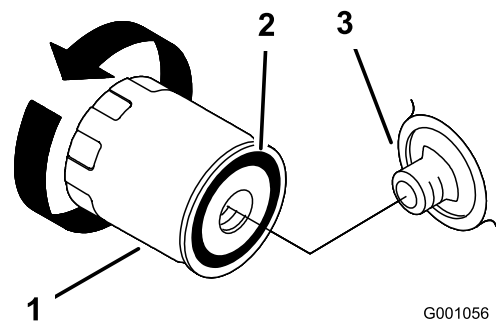
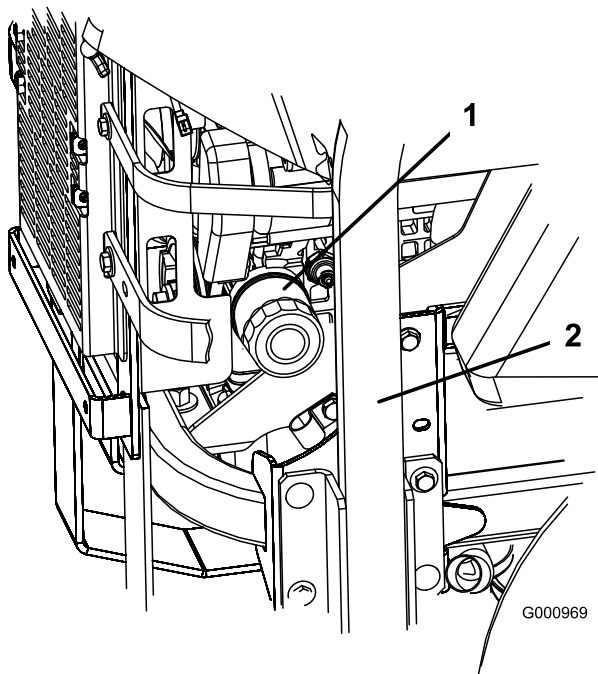

Figura 53
Figura 52
2. Gire el filtro en el sentido contrario a las agujas del reloj para retirarlo (Figura 52 y Figura 53).